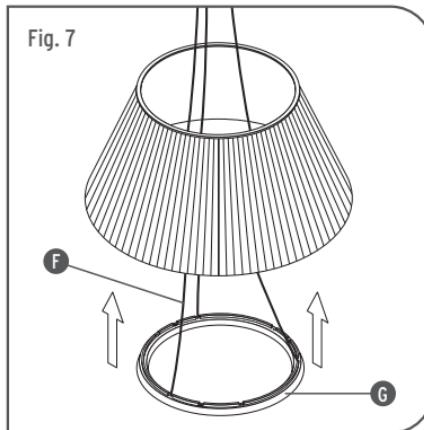

Fig. 7
<GB> Fig.7 Insert the suspension cables (F) and the supporting ring (G) inside the crown as shown in the picture. <DE> Abb.7 Hängekabel (F) und Trägerring (G) in den Kranz einführen, so wie in der Abbildung gezeigt. <FR> Fig.7 Insérer les câbles de suspension (F) et l'anneau de soutien (G) à l'intérieur de la couronne comme montré sur la figure. <ES> Fig.7 Introducir los cables de suspensión (F) y el anillo de soporte (G) en el interior de la corona como indicado en la figura. <PT> Fig.7 Inserir os cabos de suspensão (F) e o anel de sustentação (G) dentro da coroa como mostrado na figura. <RUS> Рис.7 Вставить подвесные тросы (F) и опорное кольцо (G) вовнутрь короны, в соответствии с рисунком.